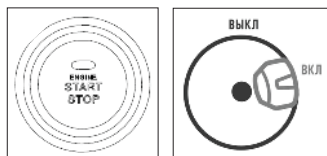

Рис. 24
- Модель iGX 4000AWSP нажмите кнопку START/STOP. Переведите переключатель в положение «ВЫКЛ» при длительном перерыве или перевозке (Рис. 24).